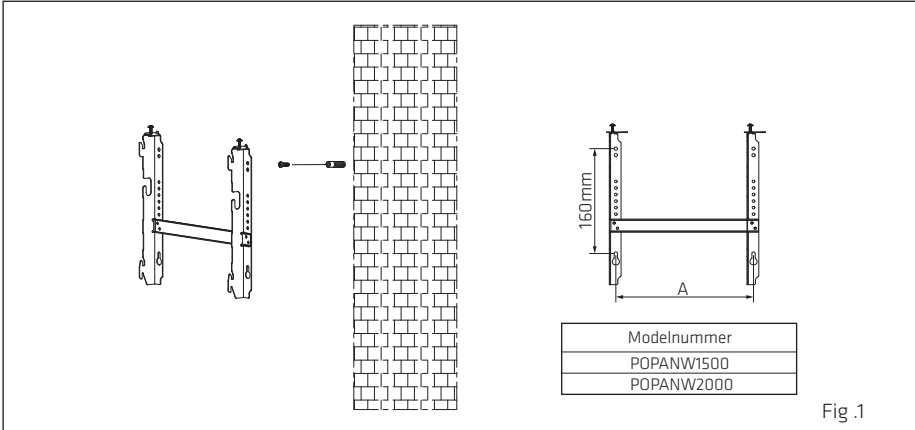

Fig.1
1. Vælg et passende monteringssted til varmeapparatet. Følg minimumsafstandene i alle retninger (fig. 1). Skil vægbeslaget ad ved, at løsne skruen (den må ikke skrues helt af, kun løsnes) og tryk metalstykkerne ud af hullet. Tag beslaget ud ved, at trække det nedad.